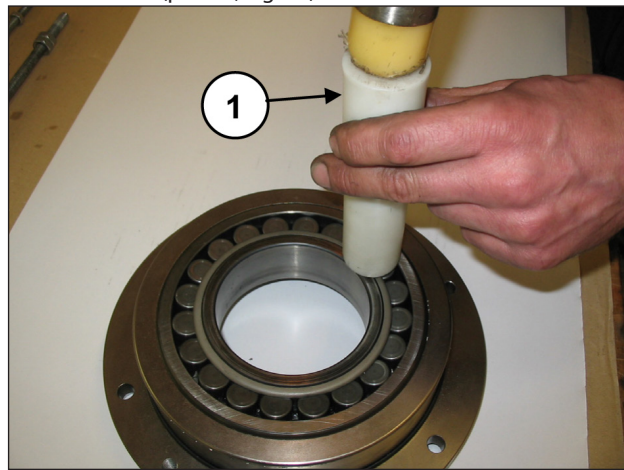

Fig. 25
Seque a cobertura do mancal do rolamento, mediante o uso de um martelo (pos. ①, Fig. 25).